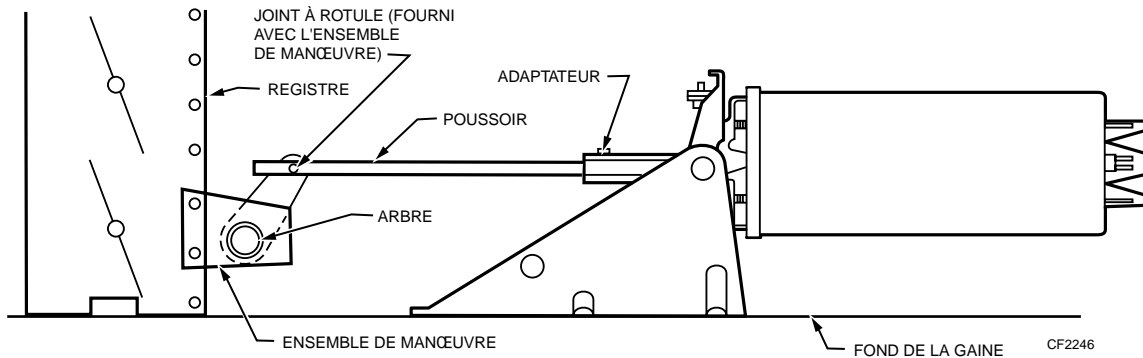

Fig. 27. Montage interne sur le fond de la gaine.
2. Installer l'actionneur à l'intérieur de la gaine (Fig. 27). Utiliser le joint à rotule fourni avec l'ensemble de manœuvre (opérateur).